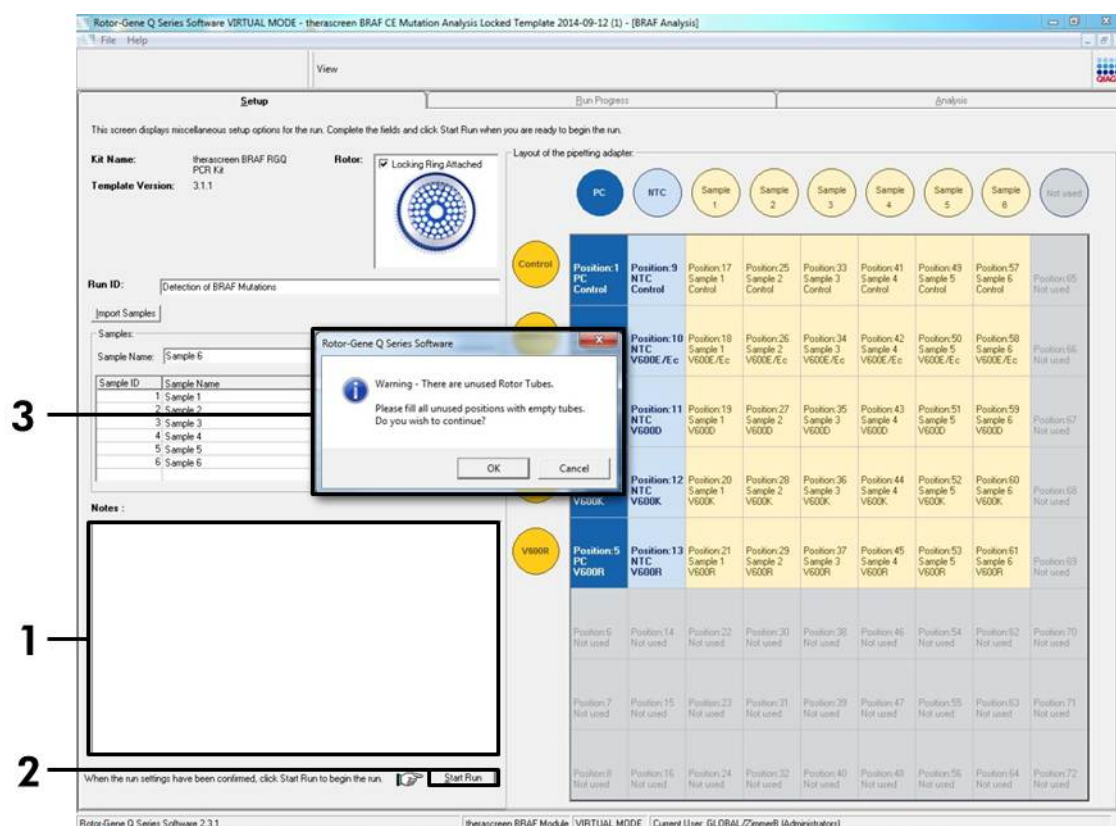

Bild 16. Fältet "Notes" [Anteckningar] (1), knappen "Start Run" [Starta körning] (2) och varning för oanvända rotorpositioner (3).
13. När du har angett alla provnamn ska du bekräfta att de är korrekta. Lägg till eventuell kompletterande information i dialogrutan "Notes" [Anteckningar] om det behövs och klicka sedan på knappen "Start Run" [Starta körning] (bild 16).
Obs: Om någon rotorposition inte används visas en "Warning" [Varning] (bild 16) för att påminna användaren om att alla oanvända positioner på rotorn måste fyllas med ett förslutet, tomt rör. Kontrollera att alla oanvända rotorpositioner är fyllda med ett förslutet, tomt rör och klicka på "OK" för att fortsätta.